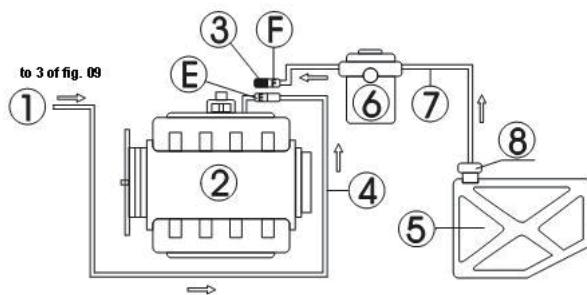

Fig.10
De slangleiding aansluiting van de motor zonder retourslang is afgebeeld als in fig.10.
- Koppel de brandstoftoevoerslangen (E, F) van het brandstofsysteem van de motor los (omwikkel de connector bij het loskoppelen), en kies vervolgens een goede connector en sluit deze aan op het E-uiteinde. Sluit de brandstof-uitlaatslang van het toestel weer goed aan en maak de brandstofretourslang hangend. Zie fig.10.
- Stop het andere uiteinde van het losgekoppelde uiteinde (F) met een geschikte stopper, (alleen te gebruiken wanneer de brandstofpomp de terugstuurfunctie voor brandstof heeft) of verwijder de zekering van de brandstofpomp of maak de voedingskabel van de brandstofpomp los.